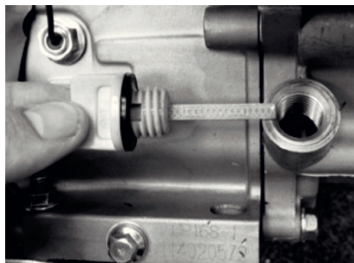

Рис. 3
2. Выкрутите пробку маслозаливной горловины (рис. 3)
1. Выкрутите пробку маслозаливной горловины (рис. 3)